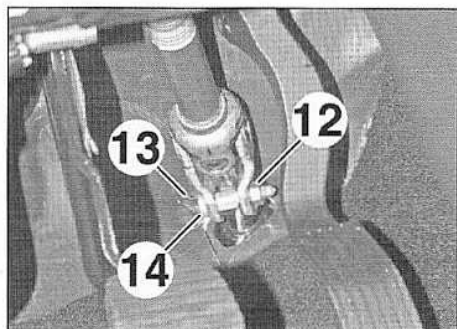

FIG.14
• Déposer l'écrou (12) (Fig.14).
• Ecarter l'agrafe (13).
• Déposer la vis (14).